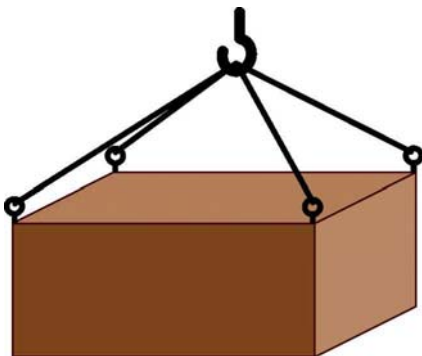

Abb. 14: Transport mit Hebezeug
Ölablassschraube (9): Die Ölablassschraube befindet sich an der Rückseite des Motors (→ Abb. 14).
1. Seile, Gurte oder Mehrpunktgehänge gemäß Abb. 14 anschlagen.